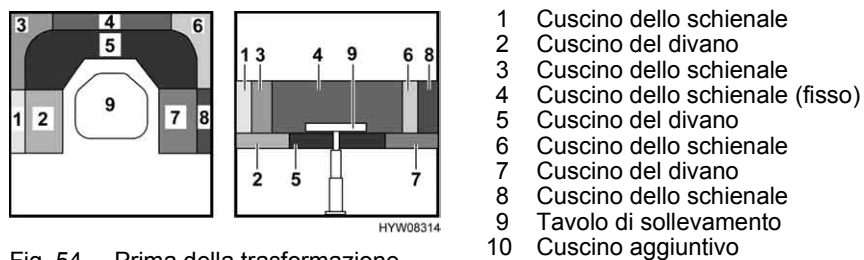

Fig. 54 Prima della trasformazione
- Rimuovere i cuscini dello schienale (Fig. 54, 1, 3, 6 e 8).